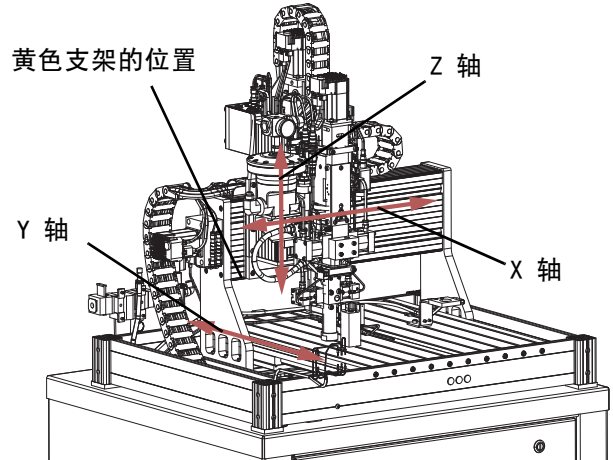

图 4: 分配器轴运动
3. 确保如图 4 所示，各轴能够沿轴自由地左右移动和前后移动，并且没有运动的物理障碍